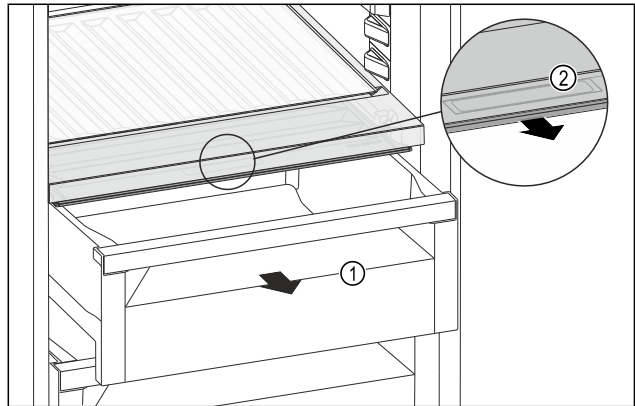

Fig. 128
- ▶ Schubfach Fig. 128 (1) herausziehen.
- ▶ Griffmulde Fig. 128 (2) am Fachdeckel anfassen und Fachdeckel gleichzeitig nach vorne ziehen.